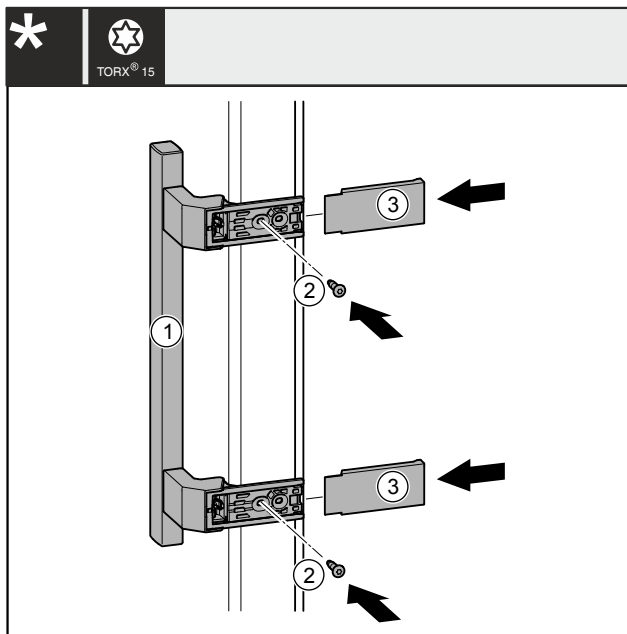

Fig. 42
- ▶ Założyć uchwyt Fig. 42 (1) po przeciwległej stronie.
- ▶ Przykręcić śruby Fig. 42 (2) śrubokrętem.
- ▶ Założyć osłony Fig. 42 (3) z boku i wsunąć w taki sposób, aby się zatrzasnęły.